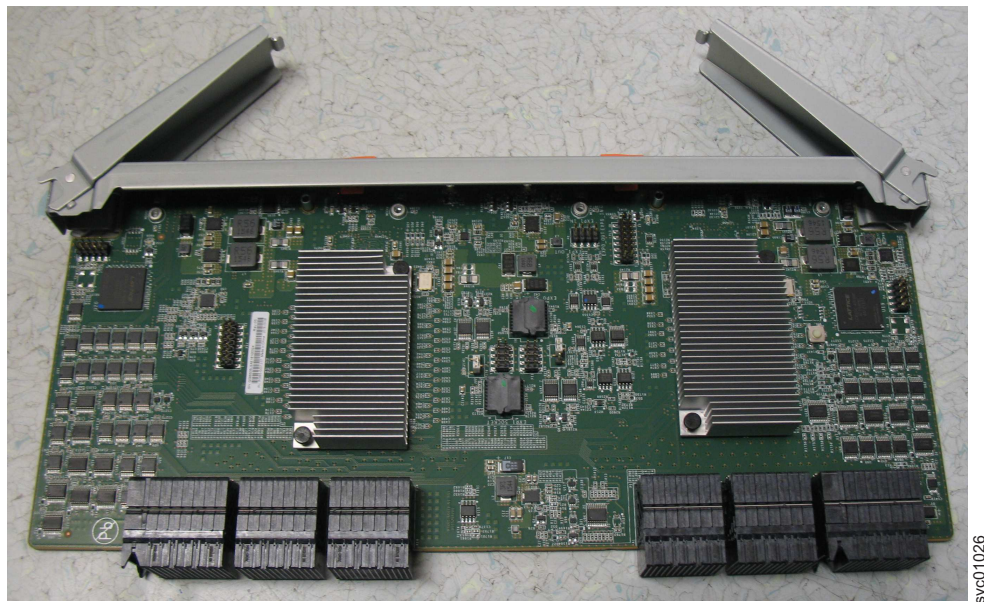

図 78. 2 次拡張機構モジュールのハンドルを開く
3. 図 78 に示すように、新しい 2 次拡張機構モジュールの両方のハンドルを開いた位置まで回転させます。